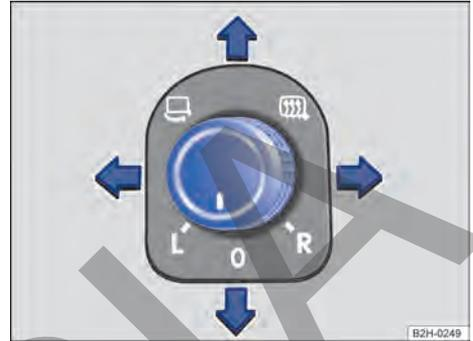

Fig. 81 En la puerta del conductor: mando giratorio de los retrovisores exteriores.
2. Gire el mando situado en la puerta del conductor hasta el símbolo deseado → fig. 81.